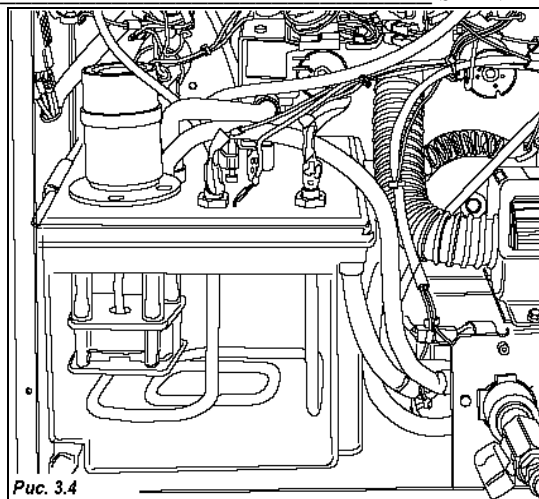

Рис. 3.4
- В случае наличия, включается электродвигатель миксера (Рис. 3.4).